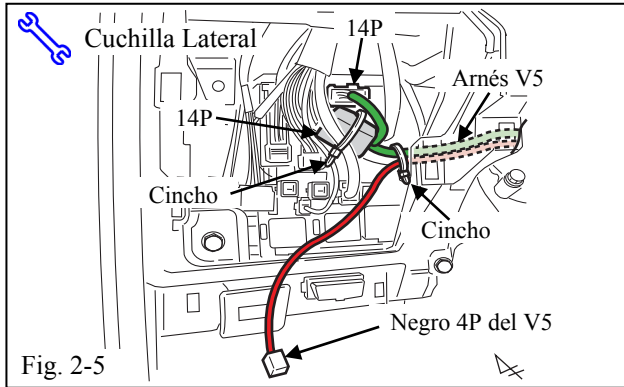

Fig. 2-5
- (f) Sujete los Conectores 14P al Arnés del Vehículo con 1 Cincho. (Fig. 2-5)
- (g) Asegure el Arnés V5 al Arnés del Vehículo con 1 Cincho. (Fig. 2-5)